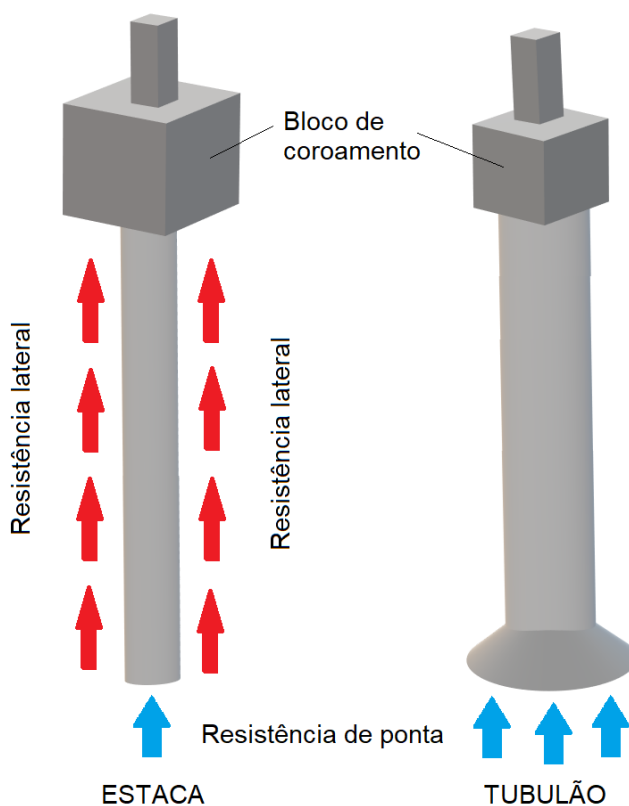

Figura 10: Esquema de fundações profundas: tubulão e estaca.
- As **estacas** são elementos de fundação profunda **executados** por **equipamentos** ou, em alguns casos, por ferramentas (Figura 10), mas sem que em qualquer fase de execução ocorra trabalho manual em profundidade. Nas estacas normalmente a **resistência de fuste** é a principal responsável pela **capacidade de carga** da fundação. Em contrapartida, a **resistência de ponta** atua como um **adicional** de segurança. Todavia, essa afirmação não é uma regra geral, pois em alguns tipos de estacas a resistência de ponta pode ser a principal responsável
por resistir aos esforços a que a fundação está submetida. As estacas são **executadas** por **equipamentos** ou, em alguns casos, por ferramentas (Figura 10), mas sem que em qualquer fase de execução ocorra trabalho manual em profundidade. As estacas podem ser fabricadas com diversos tipos de materiais tais como: madeira, aço, concreto pré-moldado, concreto moldado *in situ*, ou ainda da combinação destes materiais (estacas mistas);
- Os **tubulões** são elementos de fundação escavados manualmente ou com maquinário e que ao menos na etapa final há necessariamente a **descida de um operário** ao fundo da escavação para realizar o alargamento da base e/ou a limpeza do fundo. No tubulão as cargas são suportadas predominantemente pela ponta (base) da fundação (**resistência de ponta**). Esse fato torna o tubulão um tipo de fundação cuja execução envolve atividades de elevado **risco** para a saúde e segurança do **trabalhador** (Figura 10). Por essas especificidades, **geralmente** o emprego de **tubulão** é **mais caro que** o de **estacas**, sendo, por isso, escolhido apenas quando as outras alternativas não são viáveis.